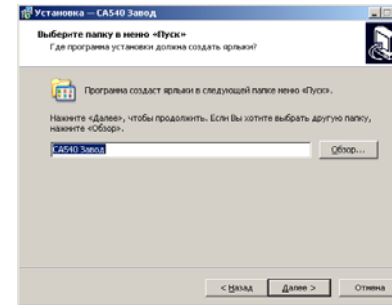

Рисунок 8.3
3) Визначити місце розміщення ярликів програми в меню "Пуск", для чого в вікні (рисунок 8.3) слід або погодитися із запропонованою за замовчуванням папкою, або обрати інший варіант, клацнувши по кнопці Обзор. Для продовження установки програми клацнути по кнопці Далее.